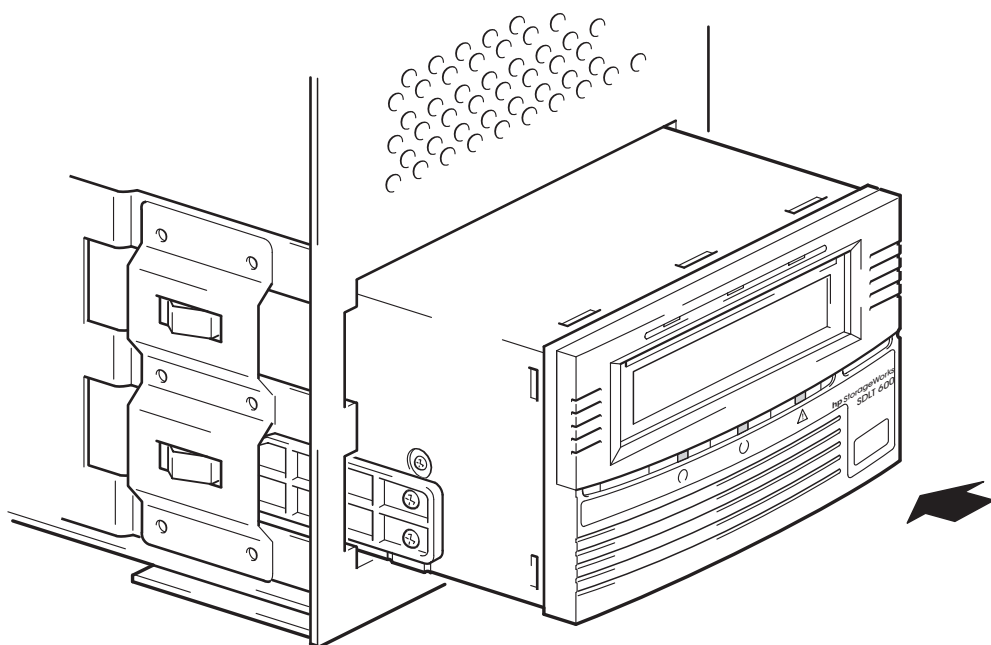

Figura 6: instalar a unidade
- 1 Deslize a unidade de fita para dentro da baia aberta, alinhando os trilhos com os slots na baia, conforme mostra a Figura 6.